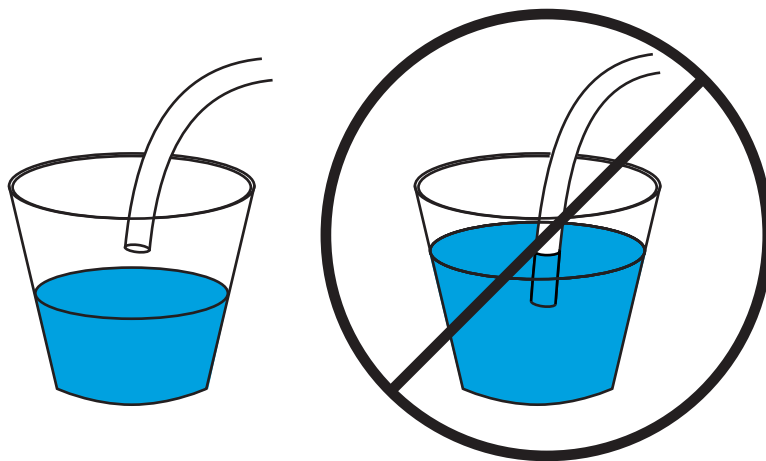

Figura 37 Tubo de vaciado correctamente colgado (izquierda) e incorrectamente sumergido (derecha)
- El extremo abierto del tubo no esté sumergido en el colector de drenaje (Figura 37).